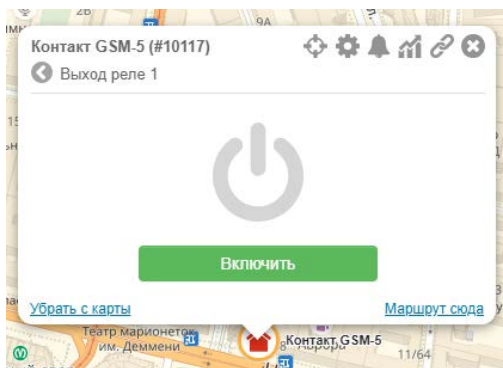

Рисунок 9. Включение выхода
- Для управления выходом нажмите кнопку > напротив нужного выхода. В появившемся окне нажмите кнопку Включить (рис. 9). Выбранный выход релe будет включен.